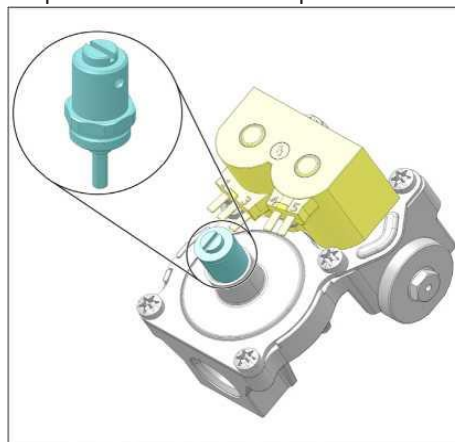

Figura 2 - Pasador de bloqueo estilo "B"
9. Retire el tapón de ventilación del regulador (dispositivo limitador de fugas) del regulador de presión. Véase la figura 2 para el estilo "B".
10. Instale el nuevo pasador de bloqueo estilo "B" apretado con los dedos. No apriete más de 1/8 de vuelta para cerrarlo. Véase la figura 2 a continuación.